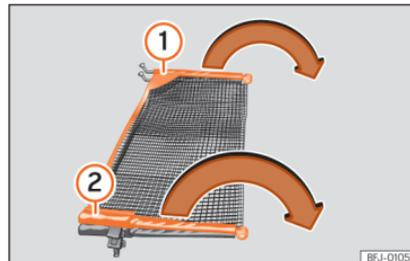

Fig. 131 Desdobrar a rede de separação.
» Fig. 131 ① e ② da rede no sentido das setas até ouvir um «clique».